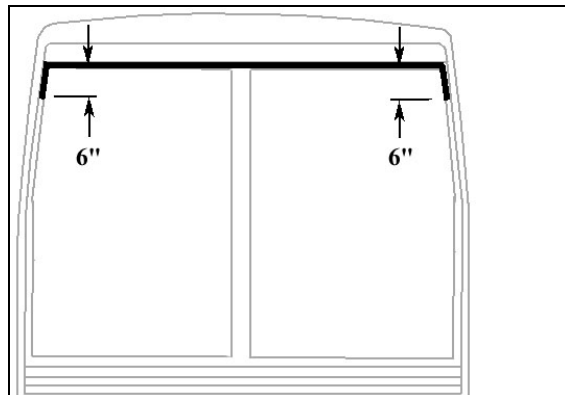

FIGURE 94 : APPLICATION DE SIKA 221 NOIR
- o Appliquer du Sika 221 noir (Figure 94) entre la fibre de verre et la pièce extrudée en caoutchouc.